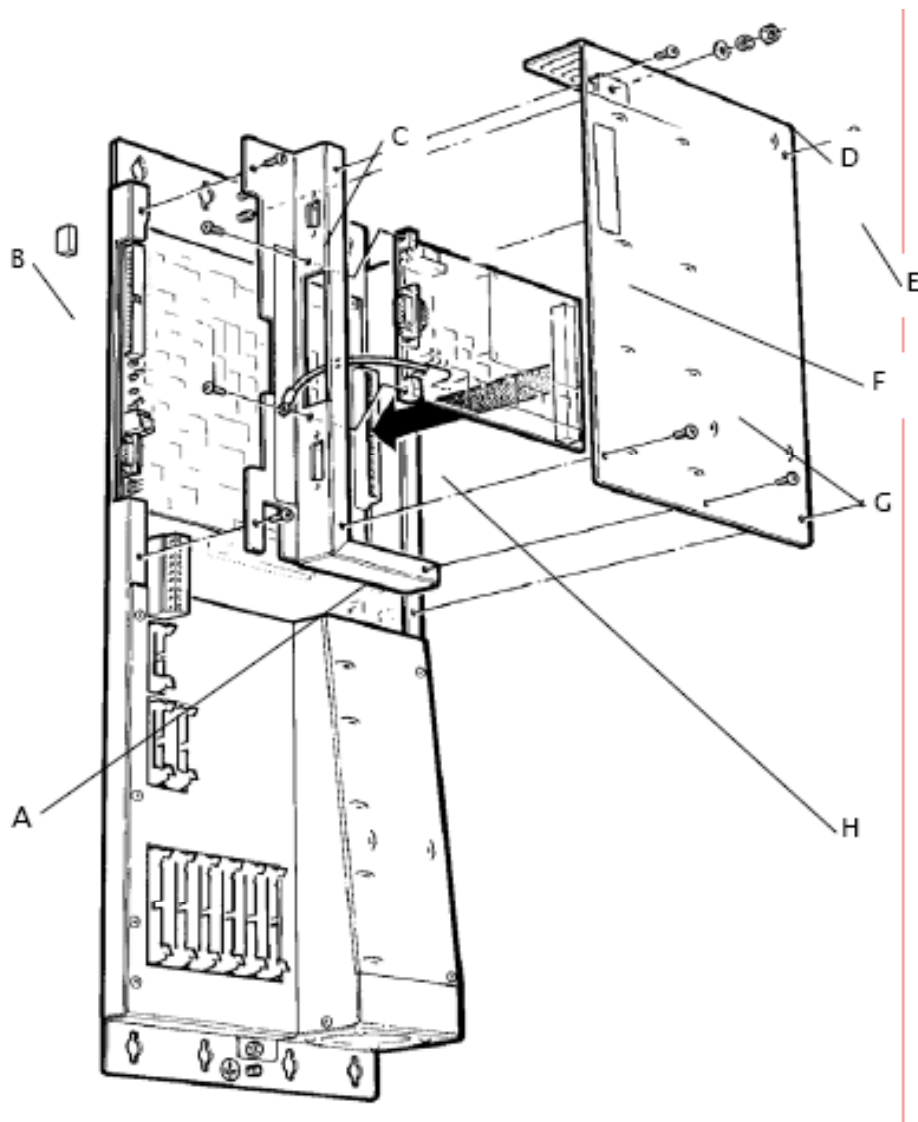

Рис. 3-9 Система DELTA – установка платы PROFIBUS
2. В соответствии с рис. 3-9 снимите пять винтов M4 (E), гайку M5 и шайбы (D) (у штыря заземления M5), с помощью которых закреплена стальная накладка (G), закрывающая плату управления.
5. Вставьте 96-контактный разъем на плате PROFIBUS в розетку (A) на задней стороне платы управления, как показано на рис. 3-9. Закрепите переднюю панель на раме с помощью двух винтов M4, которые были сняты при выполнении операции 3.
6. Прикрепите этикетку (F), если входит в комплект поставки, и наденьте крышки для защиты от пыли (B) на все разъемы PROFIBUS, которые могут быть открыты в течение длительного времени, см. рис. 3-9.